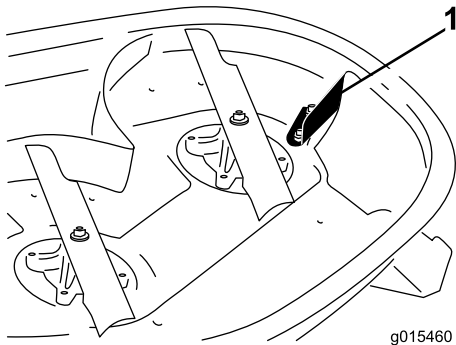

Bild 1
8. Einige Modelle haben ein Versatzablenkblech in der Nähe der Auswurföffnung (Bild 1). Nehmen Sie das Ablenkblech ab, wenn es vorhanden ist. Bewahren Sie die Teile für eine spätere Verwendung auf.